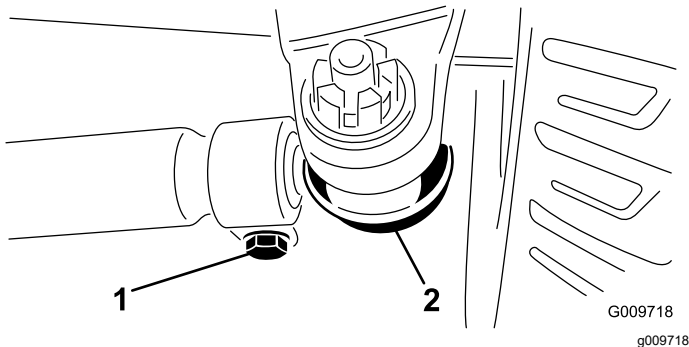

Figura 76
3. Para ajustar, retire la chaveta y la tuerca de cualquiera de las articulaciones esféricas de la biela (Figura 76). Retire la rótula de la biela del soporte del cojinete del eje.
4. Afloje las abrazaderas en ambos extremos de las bielas (Figura 76).